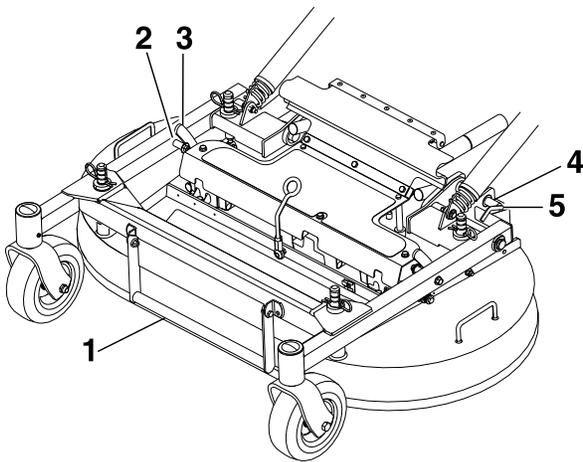

Figura 25
3. Mentre tenete il telaio anteriore abbassato, sollevate il piatto su un lato in modo tale che il fermo del supporto piatto si inserisca nel perno fisso del telaio anteriore (Figura 25).